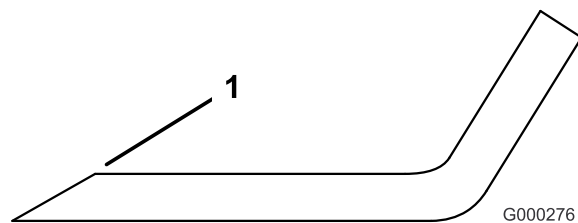

Bild 86
1. Schärfen Sie die Schnittkante an beiden Enden des Schnittmessers mit einer Feile (Bild 86). Behalten Sie den ursprünglichen Winkel bei. Das Schnittmesser behält seine Auswuchtung bei, wenn von beiden Schnittkanten die gleiche Materialmenge entfernt wird.